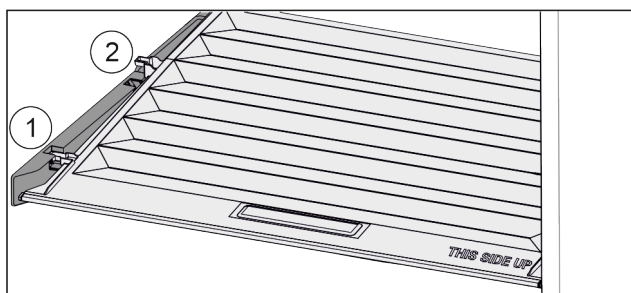

Fig. 85
- ▶ Потянуть крышку до отверстия в поддерживающих деталях вперед Fig. 85 (1).
- ▶ Поднять сзади снизу и извлечь Fig. 85 (2) движением вверх.